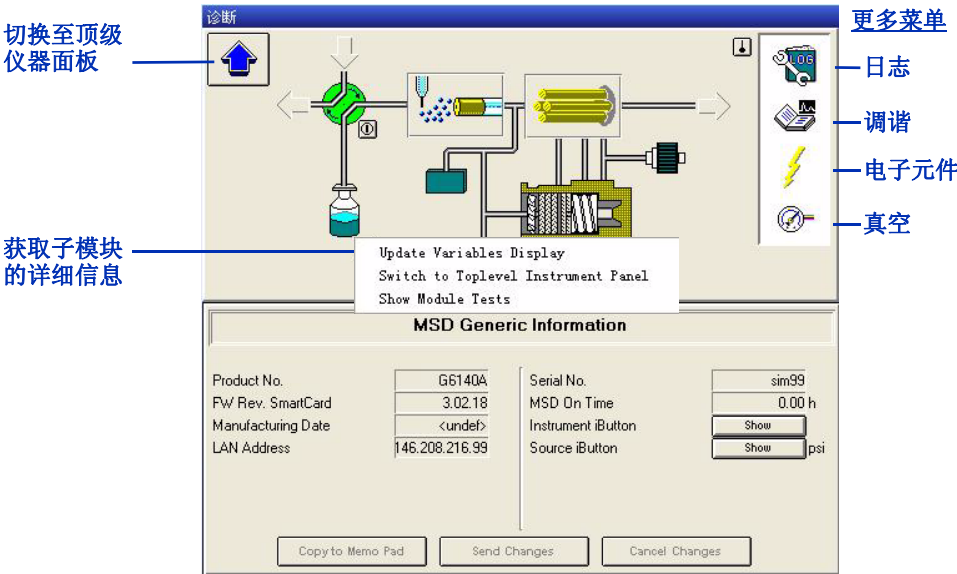

图 67 仪器面板—MS 的模块详细信息。
- **显示模块细节**—显示模块的详细图解，如第 110 页的图 67 所示。
您在图 67 中显示的视图中移动鼠标时，只要光标从指针变成一个小手，您就可以单击以显示能访问子模块详细信息的菜单。例如，可以单击涡轮分子泵的图标来查看真空读数，或者单击四极杆的图标来查看其温度。还可以单击右侧白色区域中的图标来显示这些图标的菜单。
- “日志”图标，如第 110 页的图 67 所示（单击该图标，然后选择“更新变量显示”）
可以通过“日志”图标（如第 110 页的图 67 所示）访问维护日志。（单击该图标，然后选择“维护日志条目”。）然后，通过化学工作站软件手动输入信息。